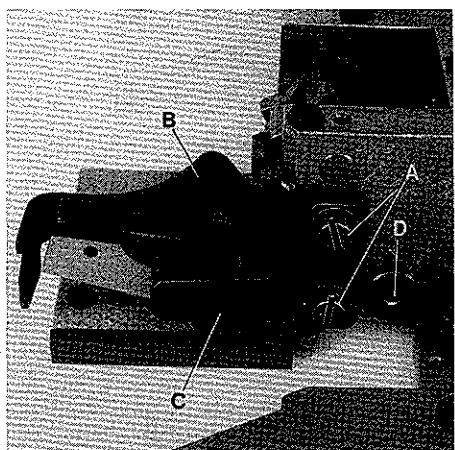
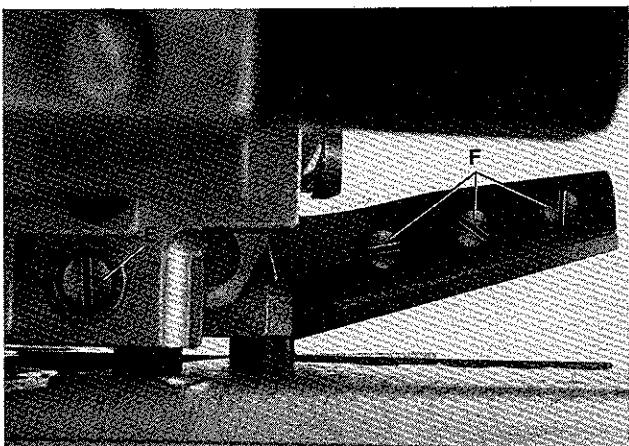
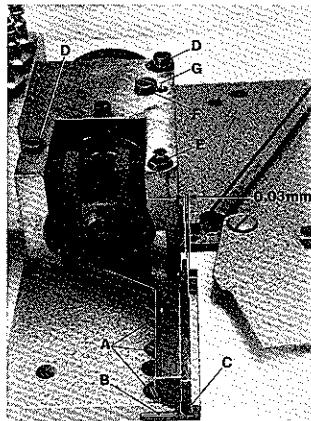

Fig.63
Fig.64
Fig.66
Loosen screws (A, Fig.63) and remove the two finger guards (B and C).
Loosen screw (D, Figs.63 and 65) and turn screw (E, Figs.64 and 65) a few revolutions counterclockwise until the pressure of upper knife against lower knife is released.
Remove the three knife fastening screws (A, Fig.66) and replace the lower knife.
The cutting edge of lower knife should be flush with the top surface of cloth plate. When assembling a new lower knife two shims (B, Fig.66) each 0,4 mm (1/64 in.) thick, have to be placed between lower knife and cloth plate. When assembling a resharpened knife one or both shims have to be removed, according to the stock removed while grinding, in order to have the lower knife cutting edge flush with cloth plate top surface. Tighten knife fastening screws.
Remove the three upper knife fastening screws (F, Fig.64) and replace the upper knife.
Press upper knife lever with upper knife in its down position. Cutting edges of upper and lower knife should overlap approx. 0,5 mm (.020 in.) at the knife tips (C, Fig.66). For this adjustment, the upper knife fastening screws (F, Fig.64) can be relocated a little bit up or down in the holes of the upper knife lever.
Lösen Sie die Schrauben (A, Fig.63) und entfernen Sie die beiden Fingerschutzteile (B und C).
Lösen Sie die Schraube (D, Fig.63 und 65) und drehen die Schraube (E, Fig.64 und 65) einigermal im Gegenurzeigersinn bis das Obermesser nicht mehr gegen das Untermesser drückt.
Entfernen Sie die drei Messerbefestigungsschrauben (A, Fig.66) und tauschen Sie das Untermesser aus.
Die Schneide des Untermessers muß auf gleicher Höhe mit der Stoffplattenoberfläche stehen. Beim Einbau eines neuen Untermessers werden zwei je 0,4 mm dicke Unterlegbleche (B, Fig.66) zwischen Untermesser und Stoffplatte gelegt. Beim Einbau nachgeschärfter Messer müssen, entsprechend dem abgeschliffenen Material, ein oder beide Unterlegbleche entfernt werden, damit die Untermesserschneide auf gleicher Höhe mit der Stoffplattenoberfläche ist. Ziehen Sie die Messerbefestigungsschrauben an.
Entfernen Sie die drei Obermesser-Befestigungsschrauben (F, Fig.64) und tauschen Sie das Obermesser aus.
Drücken Sie den Obermesserhebel mit dem Obermesser in die untere Stellung. Ober- und Untermesser sollen sich an den Messerspitzen (C, Fig.66) etwa 0,5 mm überlappen. Die Obermesser-Befestigungsschrauben (F, Fig.64) lassen sich für diese Einstellung in den Bohrungen etwas nach oben oder unten verlagern.
Release pressure of upper knife against lower knife as described in paragraph "REPLACING THE LOWER KNIFE". Loosen screws (D, Fig.66) slightly, and keep screw (E) securely tightened. Press upper knife lever in its down position.
Remove screw (F, Fig.66) and rotate eccentric rod (G) so, that the upper and lower knife contact each other at the knife tips (C), and at the lower knife pilot arises a distance of 0,03 mm (.0012 in.) (see Fig.66). Retighten the two screws (D) and turn in screw (F).
Make sure that eccentric rod (G, Fig.66) does not turn while tightening screws (D) and turning in screw (F).
Turn screw (E, Figs.64 and 65) clockwise until the upper knife exerts a markable pressure against lower knife. Lock screw (E, Figs.64 and 65) with screw (D) and make cutting tests with air pressure.
Lösen Sie die Schrauben (D, Fig.66) leicht, die Schraube (E) muß fest angezogen bleiben. Drücken Sie den Obermesserehebel in die unterste Stellung.
Entfernen Sie die Schraube (F, Fig.66) und drehen Sie den Exzenterbolzen (G) so, daß sich Ober- und Untermesser an der Spitze (C) berühren und am Untermesser-Führungszapfen ein Abstand von etwa 0,03 mm entsteht (siehe Fig.66).
Achten Sie darauf, daß sich der Exzenterbolzen (G, Fig.66) beim Anziehen der Schrauben (D) und Einschrauben der Schraube (F) nicht verdreht.
Drehen Sie die Schraube (E, Fig.64 und 65) im Uhrzeigersinn bis das Obermesser einen gut spürbaren Druck gegen das Untermesser ausübt. Kontern Sie die Schraube (E, Fig.64 und 65) mit der Schraube (D) und machen Sie Schniedproben mit Druckluftantrieb.